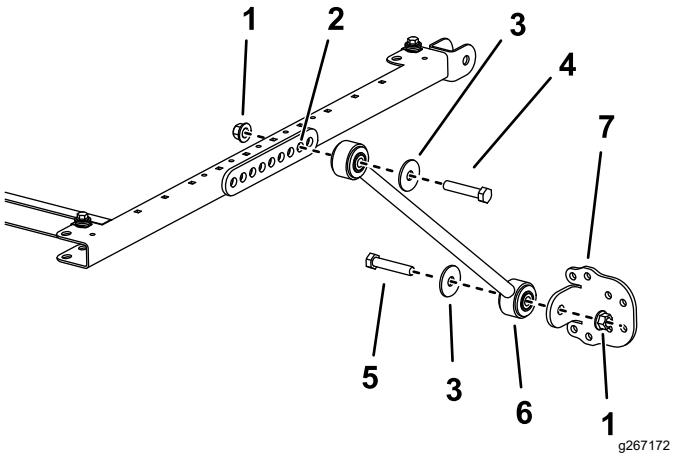

図 5
- サンシェードのフレームの左右それぞれの側で、ブレース取り付け部の 2 番目の穴にブレースを仮止めするボルト 1/2 x 2 3/4"、ワッシャ 1/2"、フランジナット 1/2" を使用して図 5 のように取り付ける。
6. 各ブレースに、ブレースブラケットを仮止めするボルト $\frac{1}{2} \times 2\frac{1}{2}$ "、ワッシャ $\frac{1}{2}$ "、フランジナット $1/2$ "を使用し、図 5 のように取り付ける。